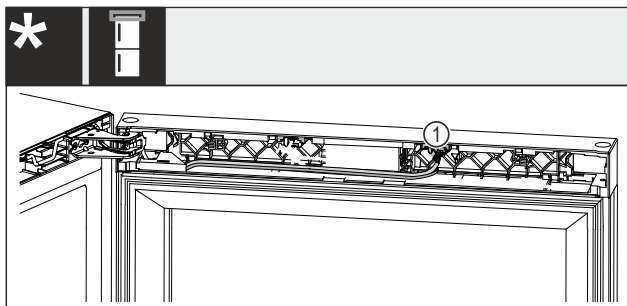

Fig. 23 Kombinacije za vino in zamrzovanje*
► Izvlcite vtič Fig. 23 (1) iz vtičnice.*